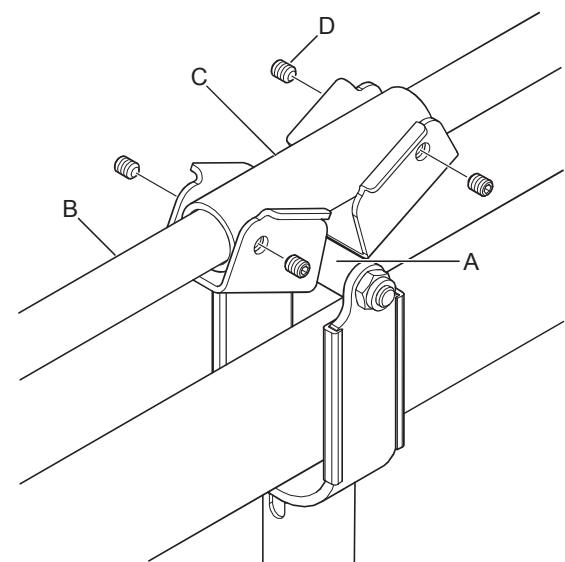

Fig. 31: Skifte låseinnretningen.
1. Plasser det dreibare røret (A) perpendikulært til kontrollrøret (B) slik Fig. 31 viser.
2. Installer låseinnretningen (C) ved å stramme de fire innstillingsskruene M8 x 10 A2 (D) slik Fig. 31 viser.
Merk! Stram de fire innstillingsskruene M8 x 10 A2 (D) godt for å unngå at de løsner (se Fig. 31).